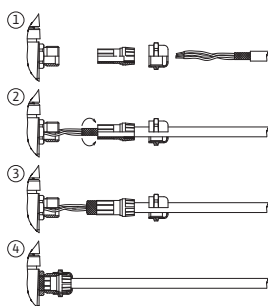

Fig. 29: Varjestuskate
Varjestus ühendatakse kaabliläbiviiguga elektroonikamoodulile. Vt Fig. 29.
Digisisendite, analoogsisendite ja siinikommunikatsiooni kaablid tuleb varjestada metallkaabli läbiviigu keermeühendusega (Fig. 21, pos. 4, 5 ja 6). Varjestuse kohta vaadake Fig. 29.